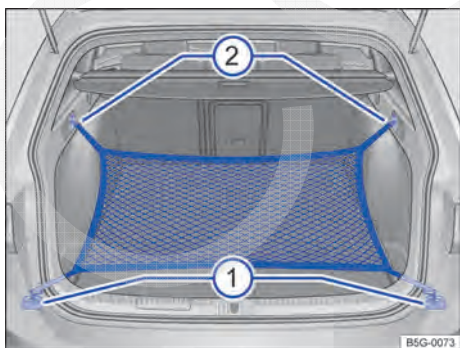

Fig. 186 No compartimento de bagagem: olhais ① e gancho ② para prender a rede para bagagem.
- Prender os ganchos curtos da rede para bagagem nos olhais de amarração → Fig. 186 ① → ⚠. O zíper da rede para bagagem deve estar voltado para cima.
- Prender a fixar as alças nos ganchos para sacolas ②.